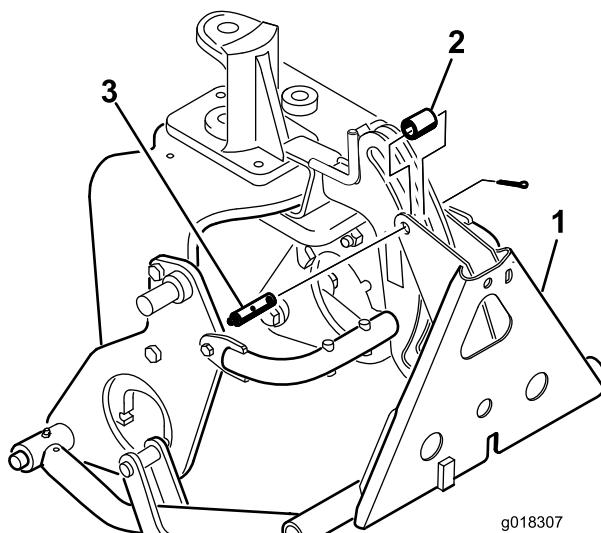

Bild 12
3. Befestigen Sie das obere Ende des Hydraulikzylinderkanisters am Stift an der rechten Seite. Pflugplatte mit Sicherungsring (Bild 12). Die hydraulischen Anschlüsse des Zylinders müssen nach vorne zeigen.
4. Befestigen Sie die Zylinderstange mit einem Stift und zwei Halterungen an den Schubarmriemen (Bild 12).